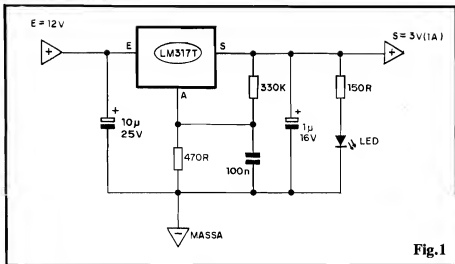

Fig.1
- FIG. 1 - O CIRCUITO - No conversor anteriormente publicado, que "transformava" os 12V nominais da bateria do carro em 6 ou 9 volts (escolhidos por chavinha), usamos um "truque" circuitual que possibilitava a um Integrado Regulador de Tensão referenciado para 5V (7805) fornecer as ditas "voltagens" de Saída, com boa precisão e excelente regulagem/estabilização... Infelizmente não é possível
usar semelhante "artifício" para obter, de um 7805, Tensão de Saída inferior aos seus 5V nominais... Existe, porém, um outro Integrado Regulador de Tensão, este ajustável, "parente" próximo do 7805, que é o LM317T (agora produzido no Brasil pela SID MICROELETRÔNICA...) e a partir do qual "voltagens" de Saída reguladas e estabilizadas, tão baixas quanto até 1,5 volts, podem ser obtidas com facilidade e eficiência, e em arranjos circuitais extremamente simples e econômicos! Observem o diagrama esquemático na fig. 1: o dito LM317T, além dos seus terminais de Entrada (E) e Saída (S), apresenta um terceiro terminal (A) com a função de "ajuste", através de cuja polarização (a partir de um cálculo simples...) podemos determinar a real "voltagem" presente na Saída... No caso, a relação entre os valores dos resistores de 330R e 470R é que determina o "tamanho" da Tensão "S"... Para fugir do uso de resistores ajustáveis (trim-pots ou potenciômetros), simplificando e barateando o projeto,